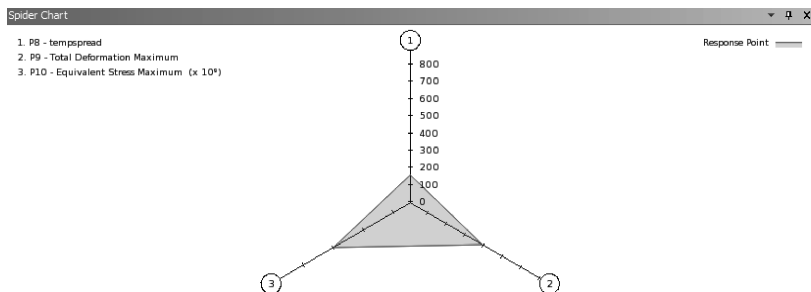

图 12-81 蛛网图
(10) 在大纲窗口中单击【Spider】，可以查看输出参数之间的关系情况，如图 12-81 所示。
(11) 查看完成后，单击工具栏中的【B3: Response Surface】关闭按钮，返回到 Workbench 主界面。